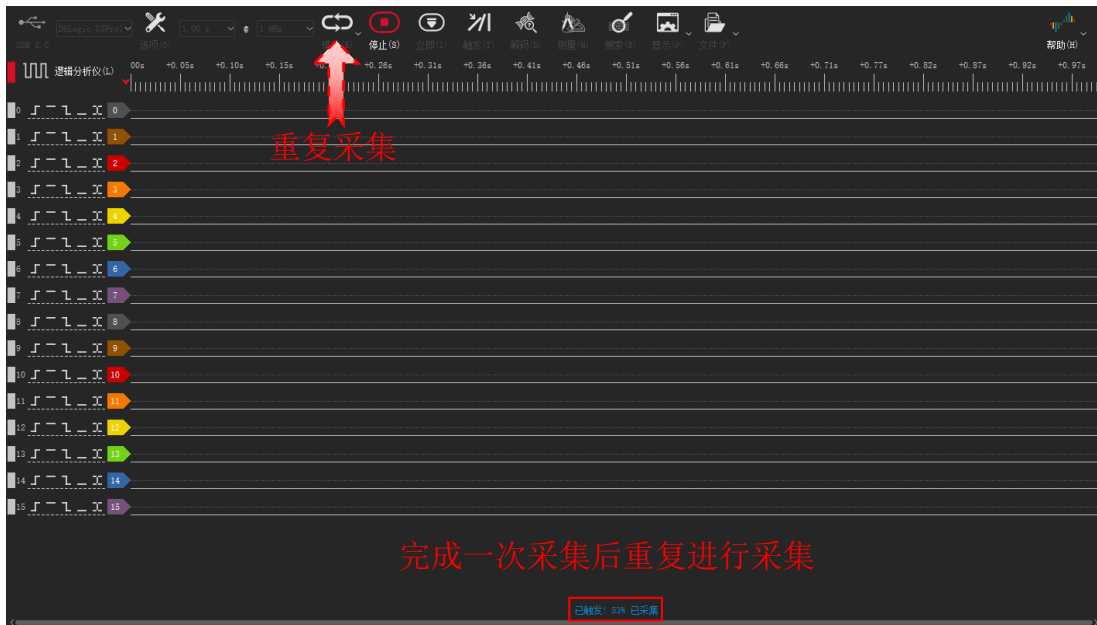

图 2-29
**重复采集：**如图 2-29 所示，在这个模式下，采集操作会被自动重复执行，直到按下停止按钮。在采集过程中会实时上传波形数据至 DSView 并显示。当显示的波形长度达到设置的采样时长时，DSView 将结束当前采集并进行下一次采集。